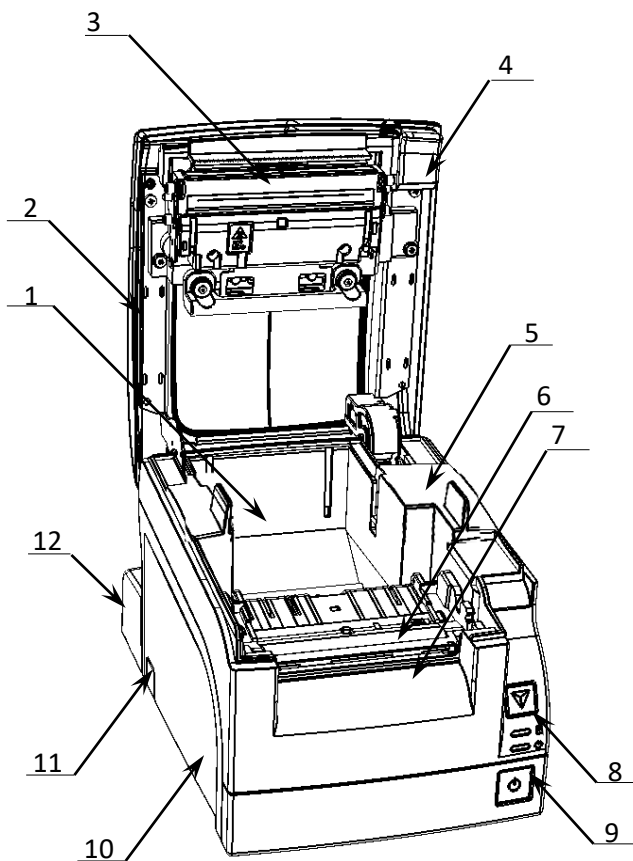

Рисунок 1. Внешний вид изделия
3. Разъем для подключения блока питания 24 В постоянного тока. Разъем (вилка) блока питания изделия имеет фиксатор, предотвращающий его случайное отсоединение. Перед отключением вилки блока питания отключить питание изделия, нажав на кнопку включения/выключения (см. рисунок 1 на странице 7). Затем взять за корпус вилки и плавно вытянуть его из разъема. При этом внешняя часть корпуса вилки сместится относительно внутренней и освободит фиксатор. Только после этого, продолжая аккуратно тянуть, отсоединить вилку блока питания от изделия.